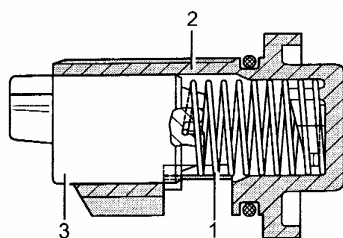

图 12-64 组装锁止机构
② 把弹簧 1 装入壳体 2 中，经轻压向左旋转，至弹簧搭上壳体底部，把套筒 3 放到弹簧上，以使弯曲的弹簧端位于槽中，如图 12-64 所示。弹簧随着套筒 3 受压，向左绕着旋转约一圈，至套筒凸肩位于壳体 2 中的槽孔上方，把套筒 3 凸肩压入到壳体 2 的槽中直至挡块。把套筒 3 朝右绕一圈并放开；套筒 3 会弹跳到安装位置中。